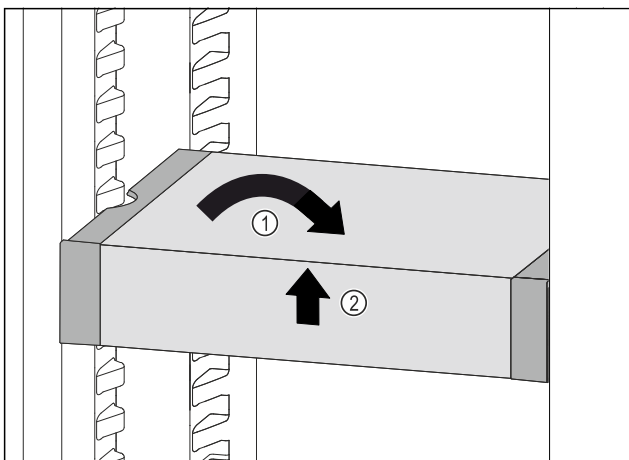

Fig. 100
- VarioSafe recht zetten. Fig. 100 (1)
- VarioSafe aan voorkant optillen. Fig. 100 (2)